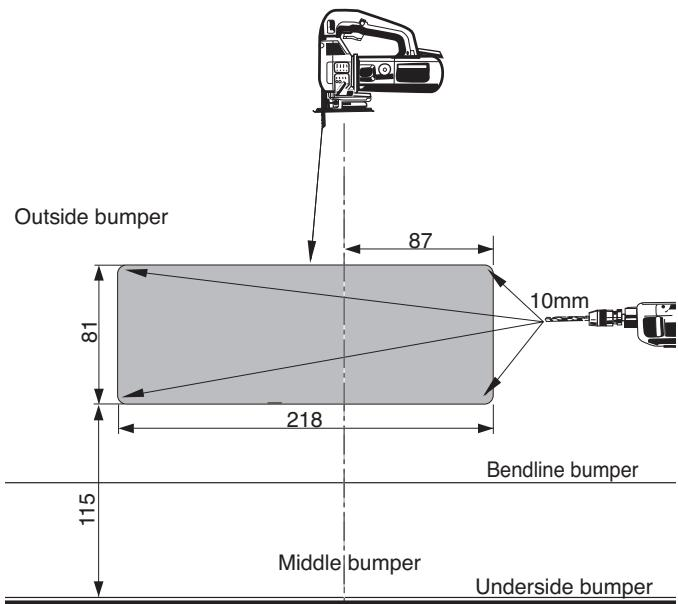

Fig.3
3. Выпилить обозначенные части, как указано на рис. 3,4 и 5.